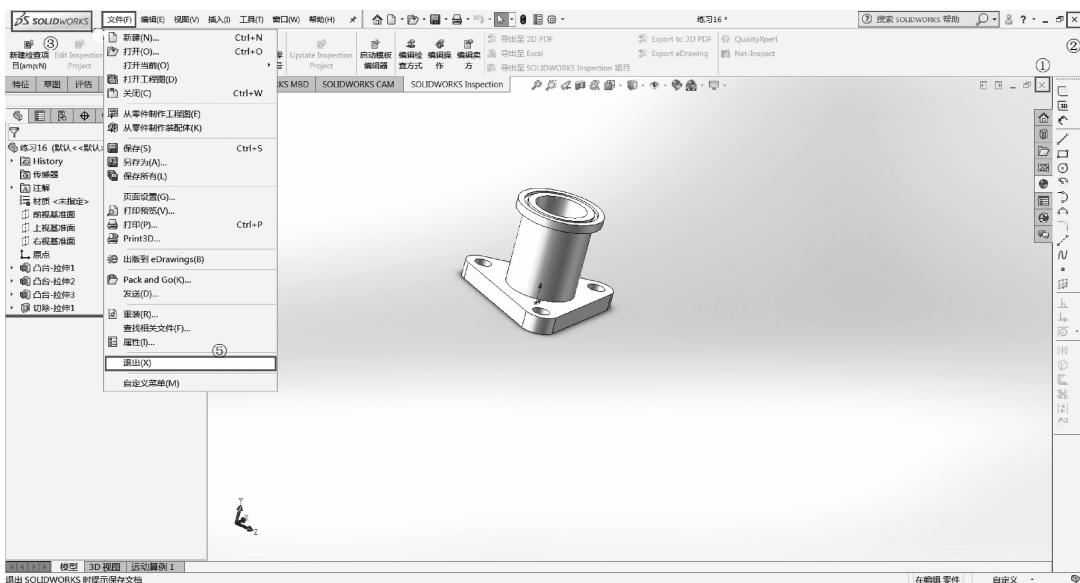

图 1-16 关闭文件和退出 SolidWorks
关闭文件的方法是单击绘图区右上角的【关闭】按钮 \times ,如图 1-16 中的①所示;或者按组合键【Ctrl+W】。
退出 SolidWorks 的方法是单击窗口右上角的【关闭】按钮 \times ,如图 1-16 中的②所示;或者单击窗口左上角的徽标按钮 SOLIDWORKS ,如图 1-16 中的③所示;或者选择【文件】|【退出】命令,如图 1-16 中的④所示。